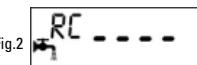

Fig.2
- Fig.2 : réserve épuisée, départ immédiat ou retardé en régénération selon le réglage.